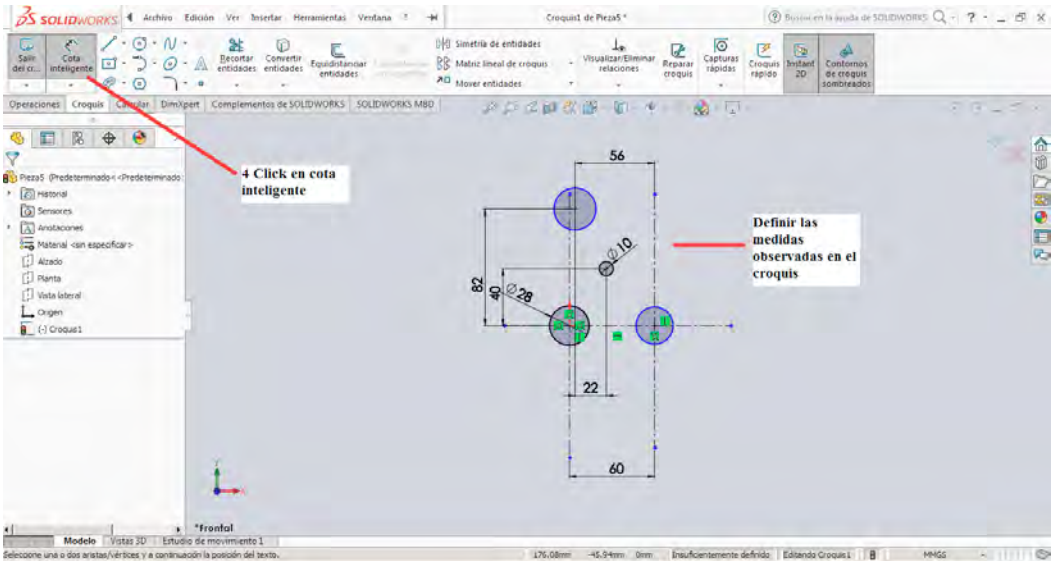

Figura 2-16
4. Click en **Círculo** y se establecen los cuatro croquis con las medidas que se muestran en la figura 2-16.